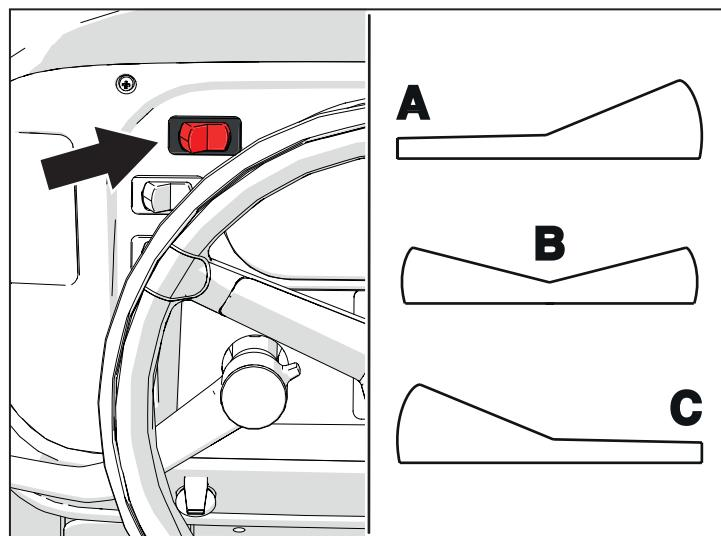

Fig. 5.14
Si le lancement de la régénération advient dans des lieux non sûrs, il est possible d'inhiber la régénération même en plaçant la commande sur la position (C), voir figure 5.14. La régénération inhibée, si configurée, est mise en évidence par l'allumage du voyant (2) sur l'afficheur.